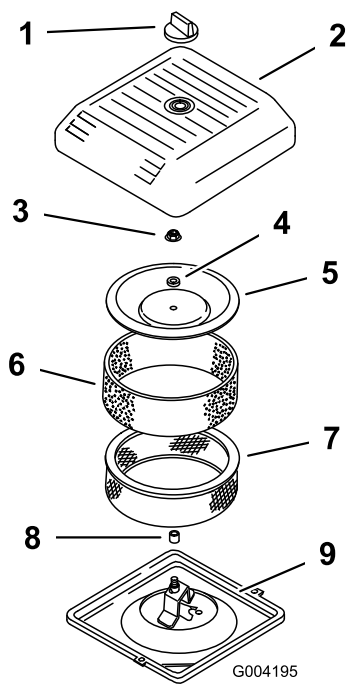

Bild 158
- Schieben Sie den Schaumvorfilter vorsichtig auf den Papierfilter (Bild 158).